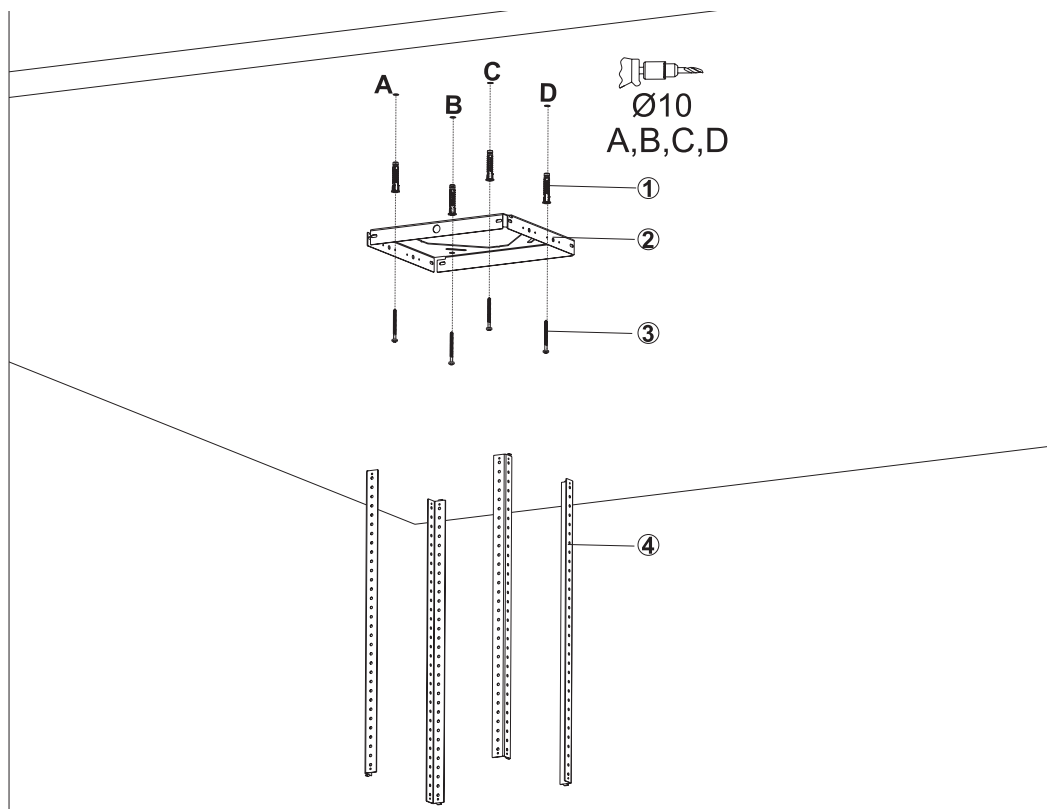

Figura 9: INSTALLAZIONE E COMPONENTI PARTE 1
- Forare la superficie nel punto in cui verrà installato il prodotto dai punti A, B, C, D con una punta con Ø10 mm. Figura 9
- Inserire dei tasselli in plastica Ø10 mm (1) nei fori eseguiti col trapano A, B, C, D. Figura 9
- Montare la lamiera del collegamento a soffitto dai punti A, B, C, D verso il soffitto con viti 5.5x60 (3). Figura 9